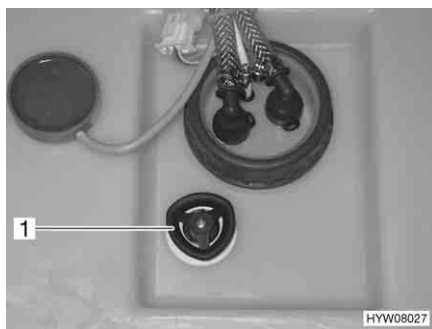

Fig. 84 Serbatoio dell'acqua con maniglia girevole
- Sul serbatoio dell'acqua ruotare la maniglia girevole (Fig. 84,1) in senso antiorario, oltre la resistenza verso l'esterno fino all'arresto, per aprire completamente l'apertura di scarico.